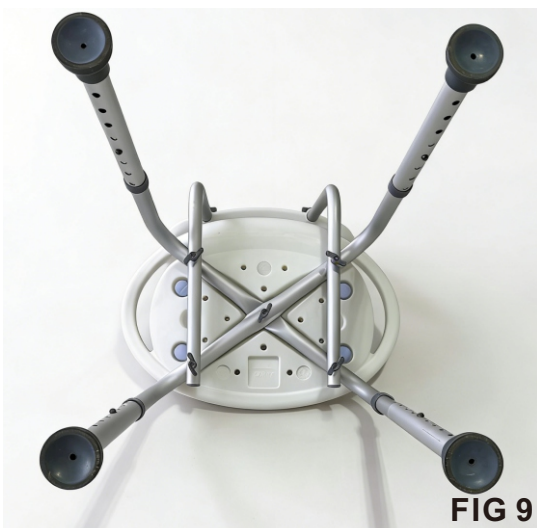
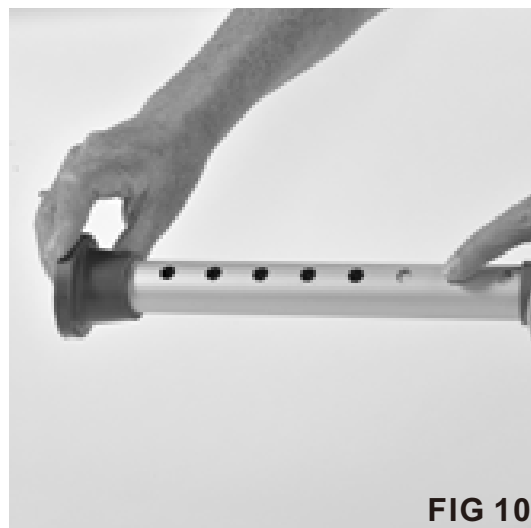

FIG 9
FIG 10
- Luați primul picior reglabil cu picior de cauciuc și conectați-l la suportul pentru picioare în formă de U (consultați FIG. 9). Folosind degetul mare, apăsați butonul de pe suportul pentru picioare în formă de U. Piciorul reglabil cu picior de cauciuc va aluneca apoi pe suportul pentru picioare în formă de U. (vezi FIG. 10)